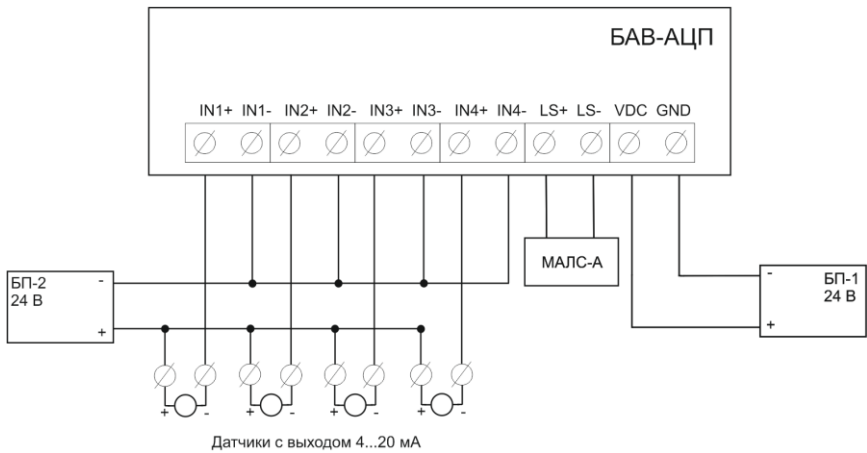

Рисунок 3 - Схема подключения
2.3.1.3 Подключить к блоку, соблюдая полярность, провода ЛС, внешнего питания и шлейфов, согласно схеме приведенной на рис. 3. настоящего РЭ.